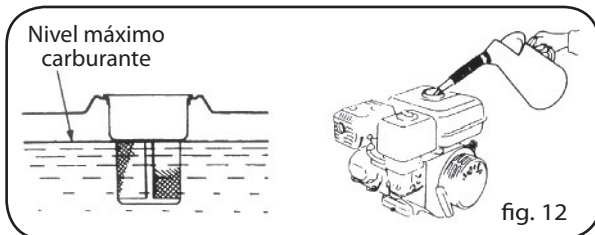

fig. 12
Capacidad del tanque: 3.6 litros (Fig. 12).
b) Si fuera demasiado bajo, reponga el nivel. Recuerde que el carburante no debe superar el apoyo del filtro de la gasolina (Fig. 12).